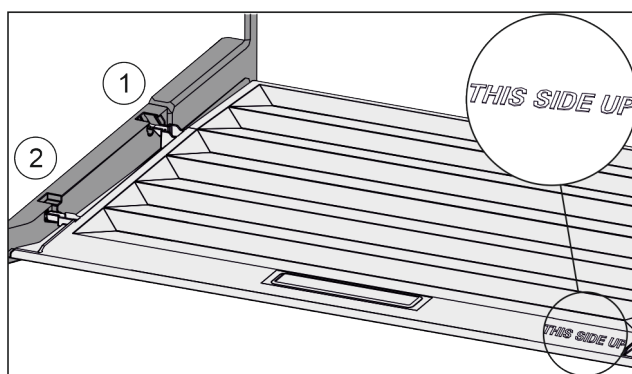

Fig. 120
- ▶ 从后部固定支架 Fig. 120 (1) 开口导入桥形接片并卡入固定支架 Fig. 120 (2) 的前端。